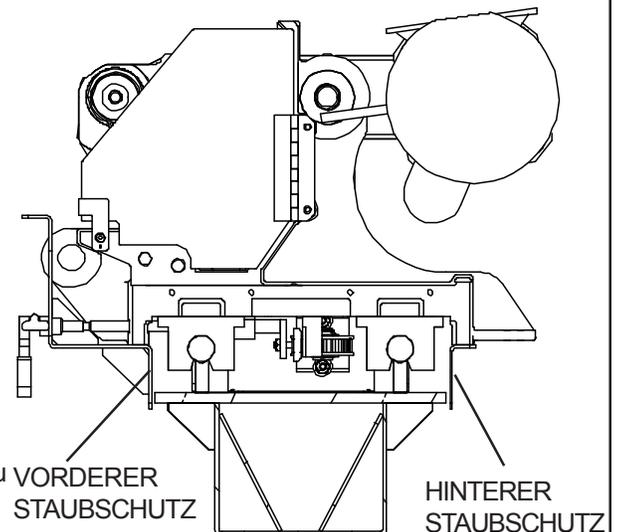

ABB. 15
**SCHRITT 1** – Lösen Sie die Haltebügel der Faltenbälge vom Schlitten. Nehmen Sie die vordere und hintere Abdeckung ab. Siehe ABB. 15.
**SCHRITT 6** – Befestigen Sie die Haltebügel der Faltenbälge wieder am Schlitten. Setzen Sie die vordere und hintere Abdeckung wieder auf. Siehe ABB. 15.